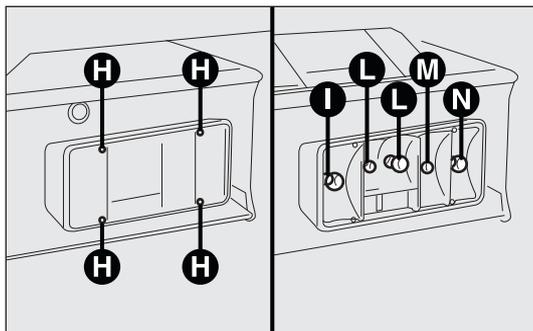

fig. 186
- quite los cuatro tornillos H-fig. 186 y sustituya las lámparas: